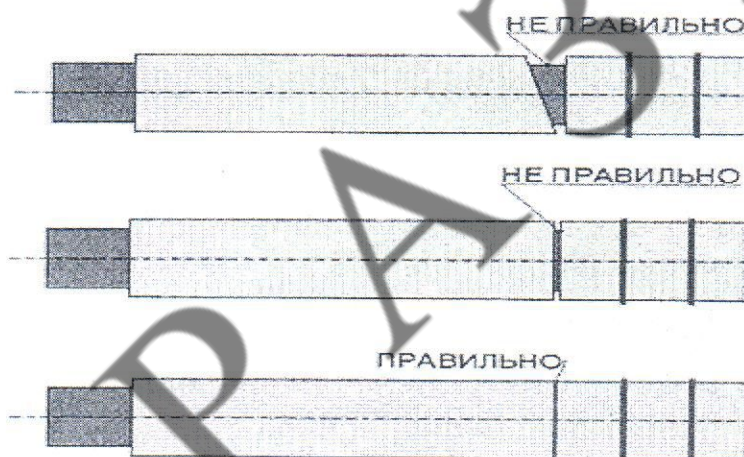

Рис. 1.
3.2. Цилиндры, полуцилиндры марки «EXPERT ISOL» монтируются на трубу через внешний продольный разрез. Цилиндры, полуцилиндры должны быть плотно прижаты друг к другу. Торцы цилиндров, полуцилиндров должны быть ровными, между цилиндрами, полуцилиндрами не должно быть щелей и зазоров, но если есть неровности, то их необходимо срезать ножом (Рис.1).